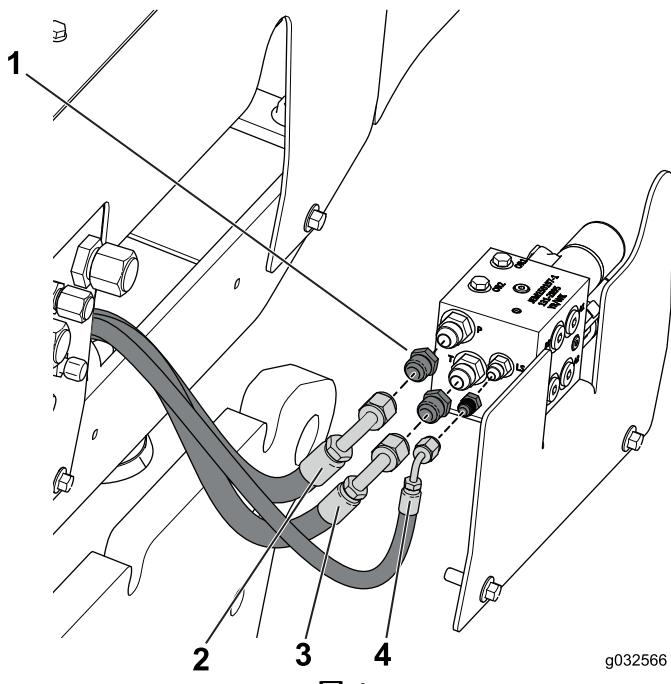

図 4
9. 油圧ホースをソレノイドバルブのフィッティングに図4のように接続する。